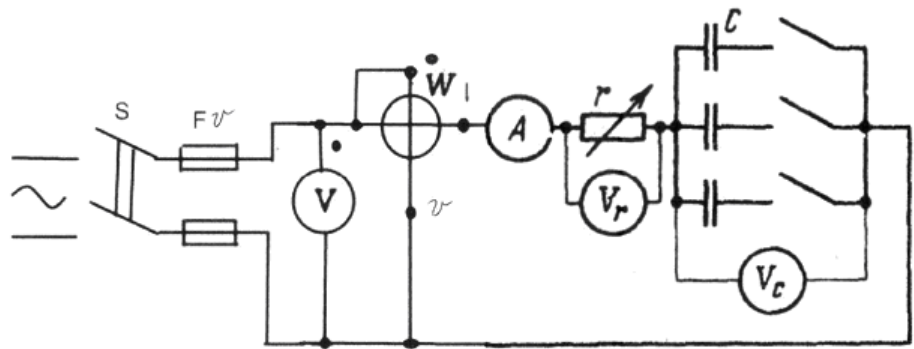

Рис.5.1
1. Собрать электрическую цепь по схеме рис. 5.1